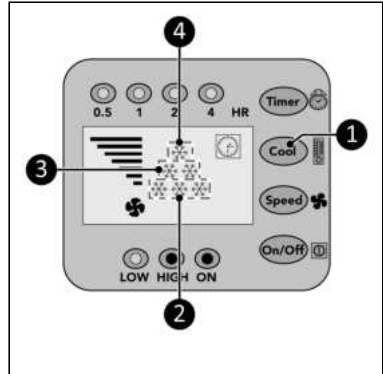

Figura 30.
1. Apăsați butonul Răcire (Figura 30, poz. 1) în mod repetat pentru a seta temperatura ambiantă dorită:
28 °C, 1 indicator apare pe afișaj răcire (Figura 30, poz. 4).
25 °C, 2 indicatori apar pe display răcire (Figura 30, poz. 3).
22 °C, pe display apar 3 indicatoare răcire (Figura 30, poz. 2).
<22 °C, 6 indicatori vor apărea pe afișaj răcire (Figura 30, poz. 2, 3 și 4).